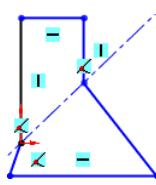

图 4.14.3 绘制草图实体
Step2. 绘制草图实体。选择下拉菜单 **工具(T)** → **草图绘制实体(X)** →  直线(L) 命令，在图形区绘制如图 4.14.3 所示的草图实体。